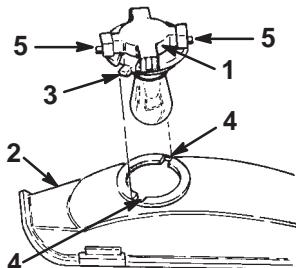

Figure 55
4. Dévissez l'embase d'un quart de tour vers la gauche et déposez-la du réflecteur (Fig. 55).
2. Alignez les deux languettes de l'embase et les rainures du réflecteur, et insérez l'embase dans le réflecteur (Fig. 55).